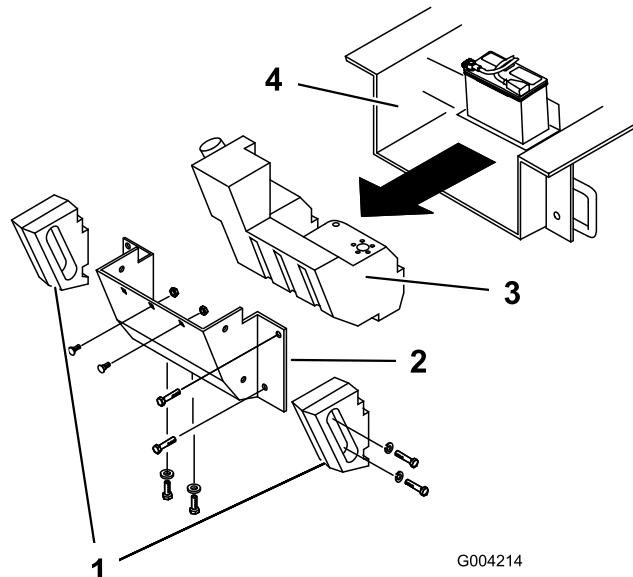

Figure 58
Avec le temps, le châssis s'encrasse sous le moteur et doit être nettoyé. Pour cette raison, ouvrez régulièrement le capot et inspectez la zone au-dessous du moteur à l'aide d'une torche. Si la couche de crasse fait entre 2,5 et 5 cm d'épaisseur, suivez la procédure ci-après (consultez la Figure 58 à cet effet) :
4. Enlevez les boulons, les rondelles et les rondelles-freins de fixation des deux masses latérales, puis déposez les masses (Figure 58).
7. Retirez les six écrous et boulons de fixation du panneau arrière et enlevez le panneau (Figure 58).
10. Poussez le réservoir de carburant en arrière (Figure 58).
- Glissez le réservoir partiellement dans le châssis (Figure 58).
- Remettez le panneau arrière et fixez-le en place à l'aide des six boulons et écrous enlevés précédemment (Figure 58).
- Montez les masses latérales à l'aide des boulons, rondelles et rondelles-freins enlevés précédemment (Figure 58).